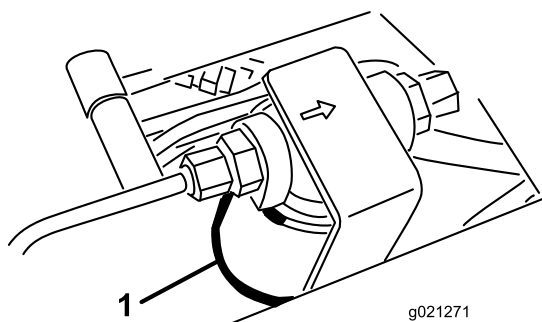
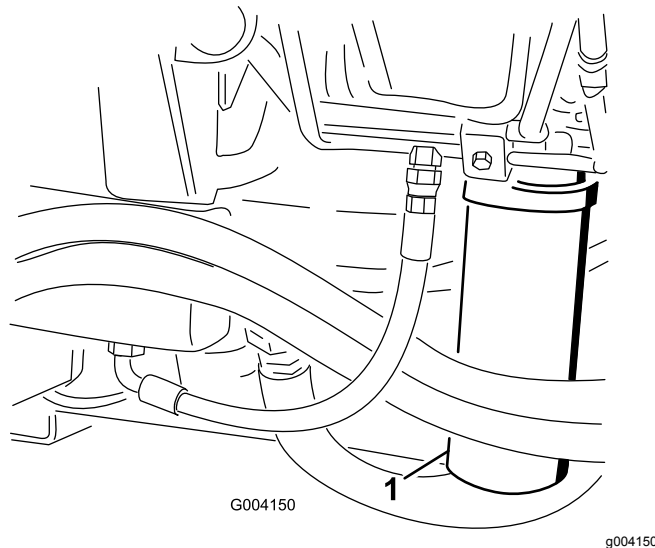

Рисунок 102
Рисунок 103
2. Очистите область вокруг места крепления фильтра и установите сливной поддон под фильтр (**Рисунок 102** и **Рисунок 103**).